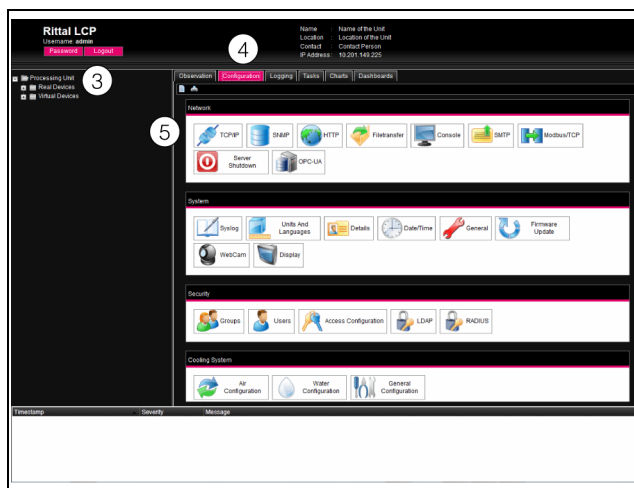

Fig. 90 : adaptation des réglages TCP/IP
La fenêtre d'aperçu de l'appareil s'affiche (fig. 90).
- Dans la partie gauche de la fenêtre (zone de navigation), cliquer sur **Processing Unit** (fig. 90, pos. 3) et dans la partie droite (zone de configuration), sur l'onglet **Configuration** (fig. 90, pos. 4).
- Dans le cadre **Network**, cliquer sur la fonction **TCP/IP** (fig. 90, pos. 5).